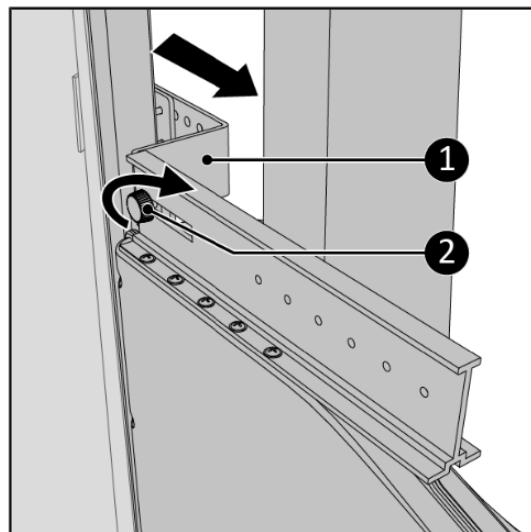

Figura 28.
9. Trageți suportul spre dvs. cât mai mult posibil (Figura 28, poz. 1) astfel încât să fie atașat corect.
10. Fixați șurubul (Figura 28, articolul 3).